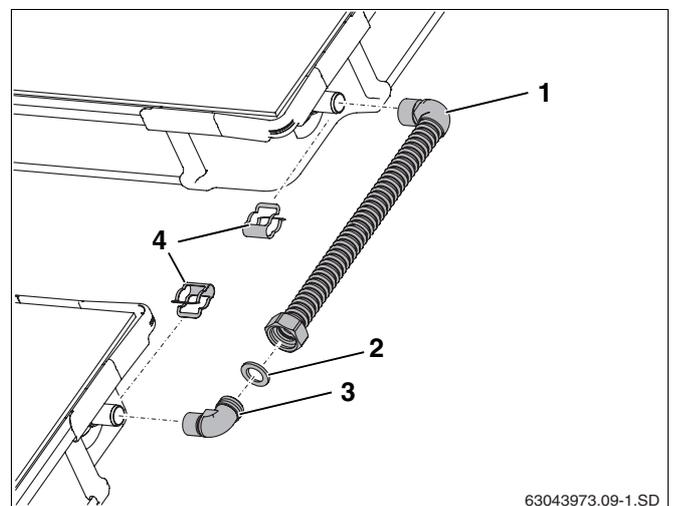

Fig. 40 Kit per il collegamento fra due serie di collettori
- Inserire la guarnizione (fig. 40, **pos. 2**).
- Inserire la curva (fig. 40, **pos. 3**) nel dado di raccordo quindi allinearla e avvitarla.
- Inserire il tubo di allacciamento (fig. 40, **pos. 1**) sugli attacchi del collettore e fissarlo in posizione utilizzando le graffe (fig. 40, **pos. 4**) contenute nel kit di allacciamento.